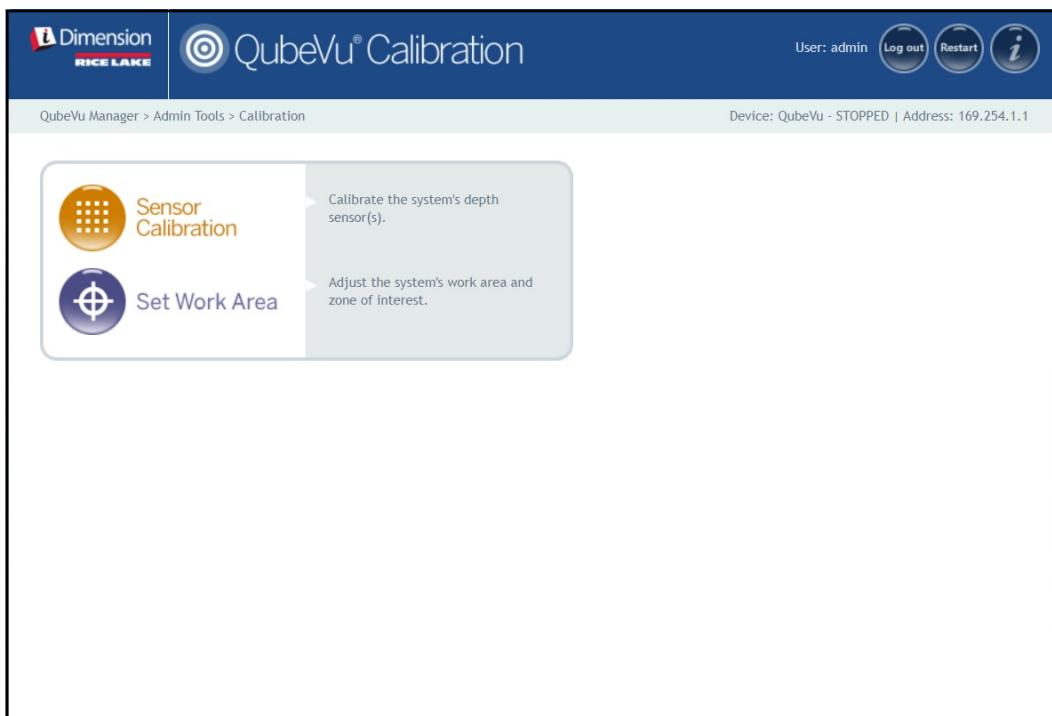

Abbildung 6-2. Menü „Calibration“ (Kalibrierung)
1. Wählen Sie  **Sensor Calibration** im Menü **Calibration (Kalibrierung)** aus (Abbildung 6-2 auf Seite 45). Das Menü **Sensors Calibration (Sensorkalibrierung)** wird angezeigt.
1. Wählen Sie  **Sensor Calibration** im Menü **Calibration (Kalibrierung)** aus (Abbildung 6-2 auf Seite 45). Das Menü **Remote Sensors Calibration (Kalibrierung der remoten Sensoren)** wird angezeigt.